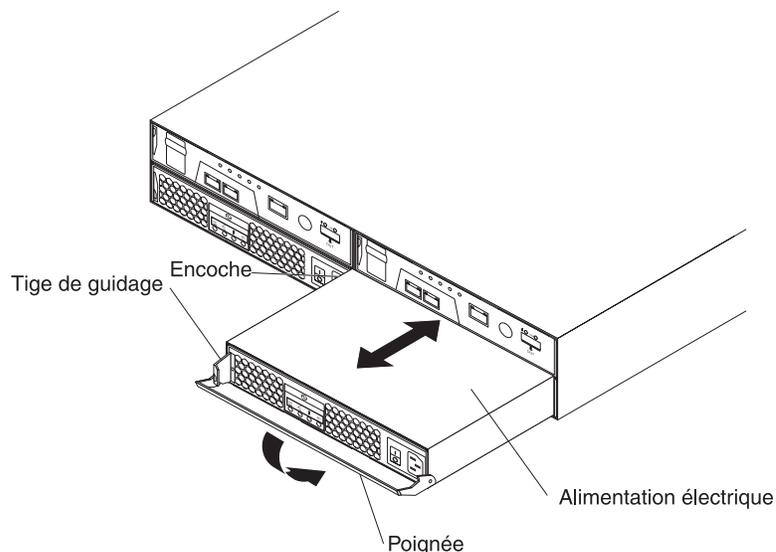

Figure 42. Remplacement d'une alimentation électrique
Pour remplacer une alimentation électrique, procédez comme suit. La figure 42, à la page 87 explique comment retirer une alimentation et mettre en place une nouvelle.
11. Tirez lentement sur la poignée pour l'écartier du boîtier et extraire l'alimentation électrique, comme illustré dans la figure 42.